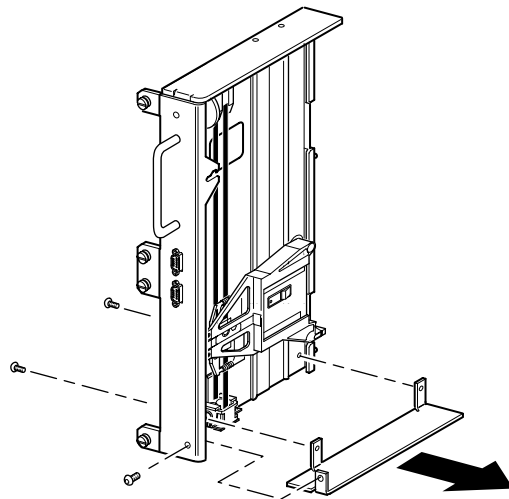

図2-13: ボトム プレートをPTMベース ユニットから取り外す
1. PTMベース ユニットからボトム プレートを取り外します (図2-13を参照)。